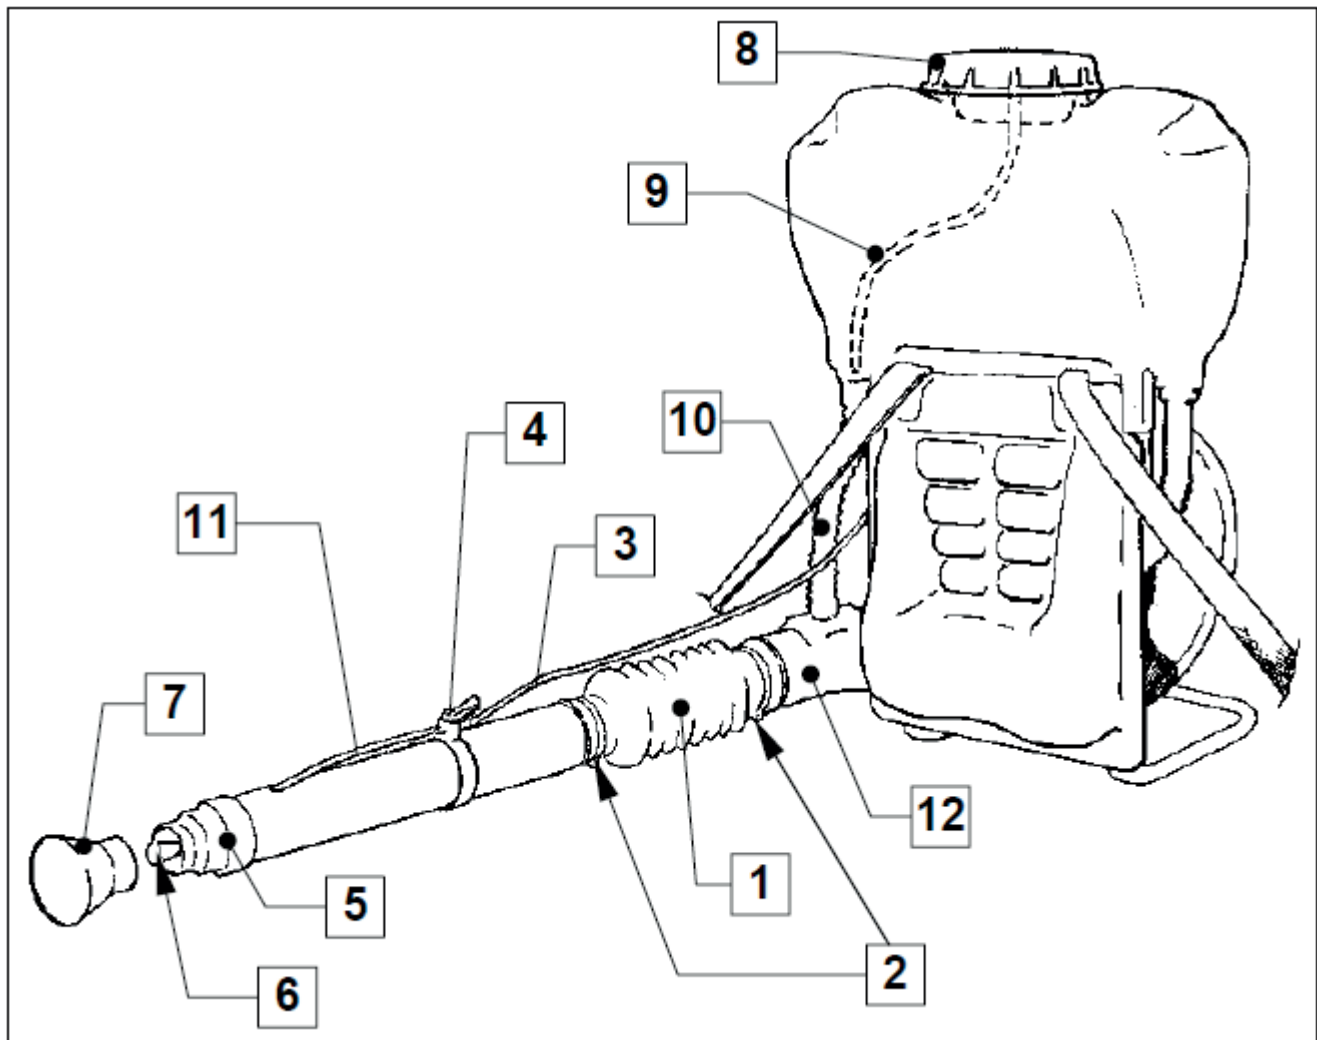

Ilustración 1 Partes Motofumigadora
1. Introduzca el tubo flexible, Ilustración 1 pos. 1 en el codo y en el tubo rojo de pasaje de aire fijándolo con las abrazaderas, Ilustración 1 pos. 2, que encontrará en la bolsa de las herramientas.
2. Introduzca el tubo, Ilustración 1 pos. 3 en el grifo, Ilustración 1 pos. 4
3. Atornille al difusor, Ilustración 1 pos. 5 la boquilla, Ilustración 1 pos. 6, que encontrará en la bolsa de las herramientas.
4. Para obtener un chorro más ancho, introduzca la boca de salida, Ilustración 1 pos. 7, en el difusor, Ilustración 1 pos. 5.